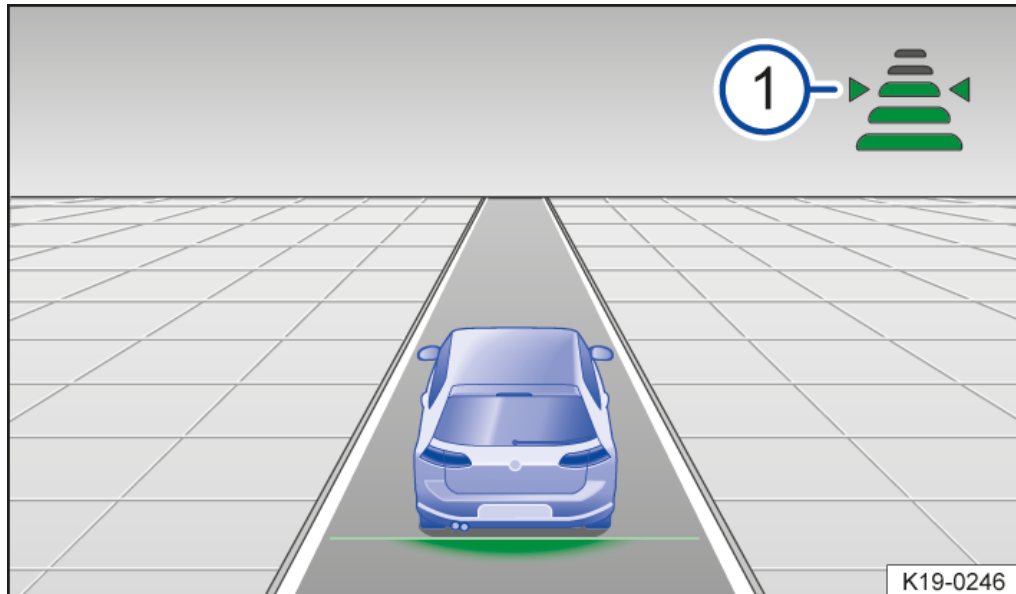

Abb. 1 Im Display des Kombi-Instruments: eingestellter Abstand ①, ACC regelt (Prinzipdarstellung).
Das Display des Kombi-Instruments zeigt die eingestellte Stufe → *Abb. 1* ①. Beachten Sie länderspezifische Vorgaben für den Mindestabstand.